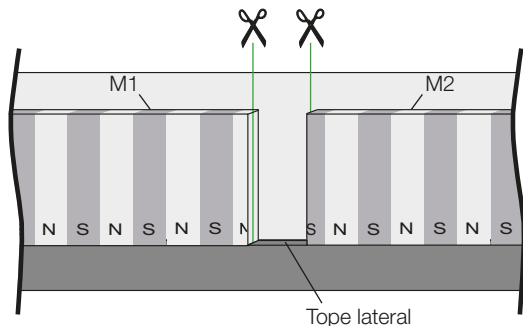
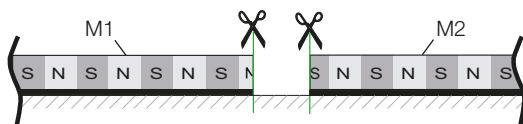
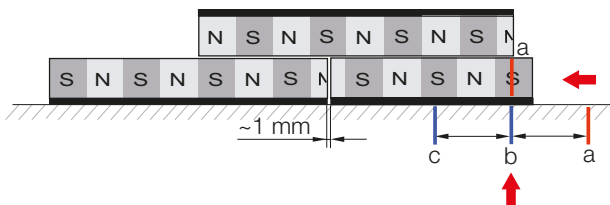

Fig. 4-7: Vista desde arriba de los cuerpos de medición
Fig. 4-8: Vista lateral
Fig. 4-12: Posicionar el cuerpo de medición recortado
i El dimensionado en Fig. 4-7 hasta Fig. 4-12 se refiere a un cuerpo de medición con una anchura de polos de 5 mm. En caso de una anchura de polos de 10 mm, deben duplicarse las medidas indicadas.
i ¡Recorte rectos los dos extremos de los cuerpos de medición en el punto de contacto (Fig. 4-7 y Fig. 4-8)!
1. El cuerpo de medición M1 ya está pegado. Fije en el punto de contacto un tope lateral que permita alinear con precisión el cuerpo de medición M2 (Fig. 4-7).
8. Coloque el cuerpo auxiliar sobre el cuerpo de medición M1 en una posición estable y fíjelo con cinta adhesiva (Fig. 4-12).
9. Desplace el cuerpo de medición M2 recortado hacia el punto de contacto hasta que la marca (a) del cuerpo quede alineada con la marca (b) o (c) de la pieza de la máquina (Fig. 4-12). El cuerpo auxiliar debe encontrarse en una posición estable en la que *encaje*. En caso necesario, desplace ligeramente el cuerpo de medición M2 hacia la derecha o la izquierda hasta localizar el punto que ofrezca la máxima fuerza de atracción.